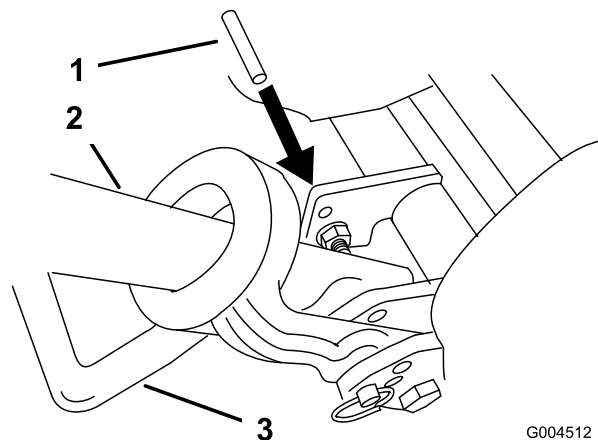

図 47
2. キック・スタンドを立てる。キック・スタンド取り付けボルトの上にあるフレームの穴に、6 mm 径のピン（図 47）を差し込む。